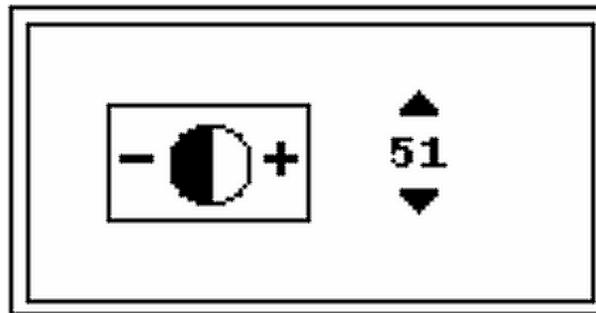

Figura 2-37 Contrasto - Configurazione
5. Premere **Enter** (Invio) per visualizzare la schermata di configurazione (Figura 2-37).